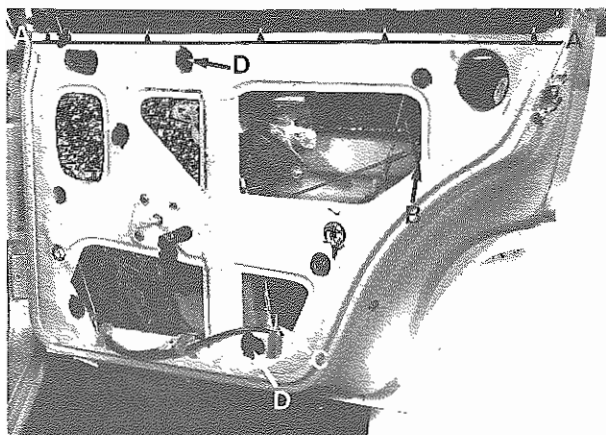

Fig. 9 - A - Viti fissaggio raschia acqua cristalli
- Smontare il profilato di tenuta raschia acqua interno (**Fig. 9**); estrarre il profilato.
- Smontare il guida vetro posteriore: sollevare il profilato di tenuta in gomma ed allentare la vite di fissaggio superiore (**Fig. 10**) e quella inferiore (**Fig. 9**).
- Disassemble inner door water scraper (**Fig. 9**); slip it out.
- Disassemble rear glass guide: lift rubber weatherstrip and loosen upper (**Fig. 10**) and lower fixing screws (**Fig. 9**).
- Registrare la vite di fondo corsa inferiore (**Fig. 9**).
- Adjust travel end lower screw (**Fig. 9**).
- Abbassare la leva di azionamento e smontare la guida slitta (**Fig. 9**).
- Lower control lever and disassemble slide guide (**Fig. 9**).